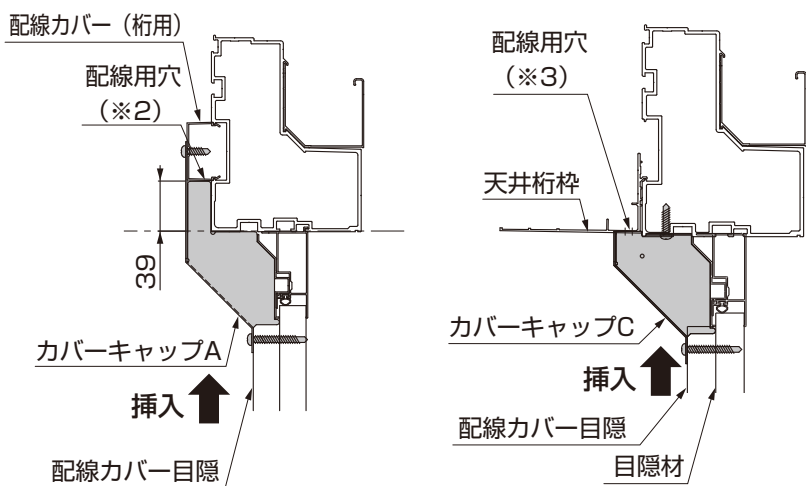

図3-5 天井なしの場合
- 天井ありの場合はカバーキャップCを、天井なしの場合はカバーキャップAを取付けてください。(図3-5、図3-6参照)